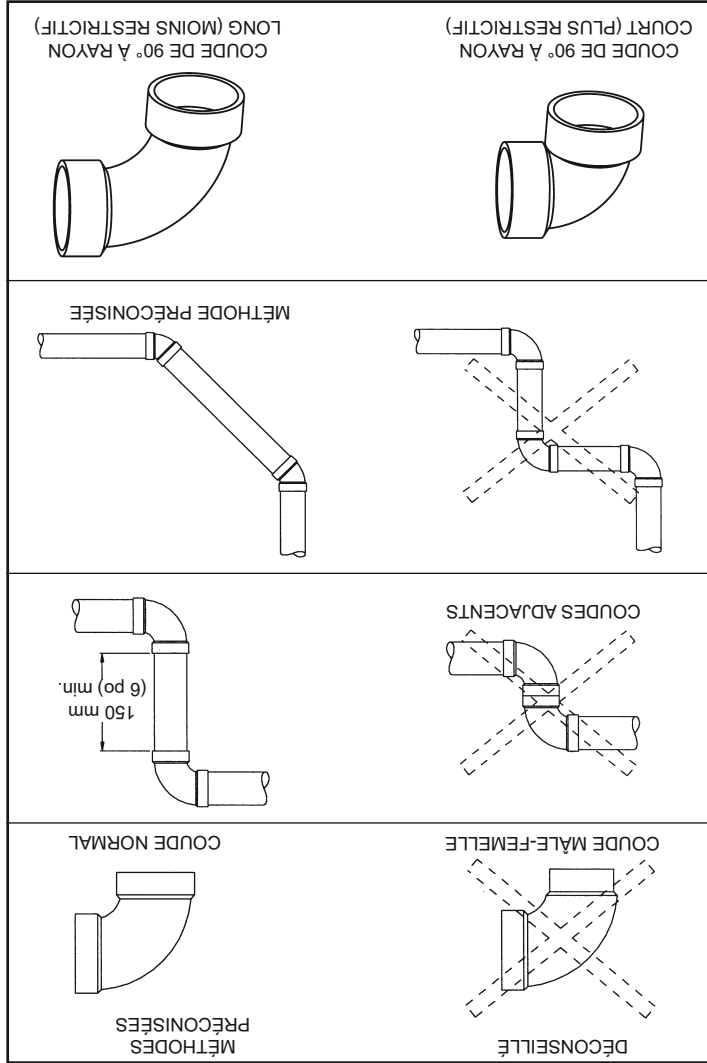

Figure 11
3. Le conduit d'évacuation doit être aussi direct que possible, avec un nombre minimal de raccords. Dans la mesure du possible, utiliser des coudes de 45° et de 90° à rayon long. Éviter d'utiliser des coudes de 90° directement adjacents et ne pas utiliser de coude mâle-femelle. Maintenir une portion droite d'au moins 150 mm (6 po) entre deux coudes. Les coudes très rapprochés ou à rayon court réduisent la capacité d'évacuation. Figure 11 montre des exemples de raccordements de tuyauterie d'évacuation.
**Remarque :** Les indications de la Figure 11 sont fournies à titre d'illustration d'une bonne méthode d'évacuation seulement et ne visent pas à restreindre les options d'évacuation au-delà des restrictions établies par l'édition courante du « Code d'installation du gaz naturel et du propane B149.1 » ou tout code local ou provincial en vigueur.